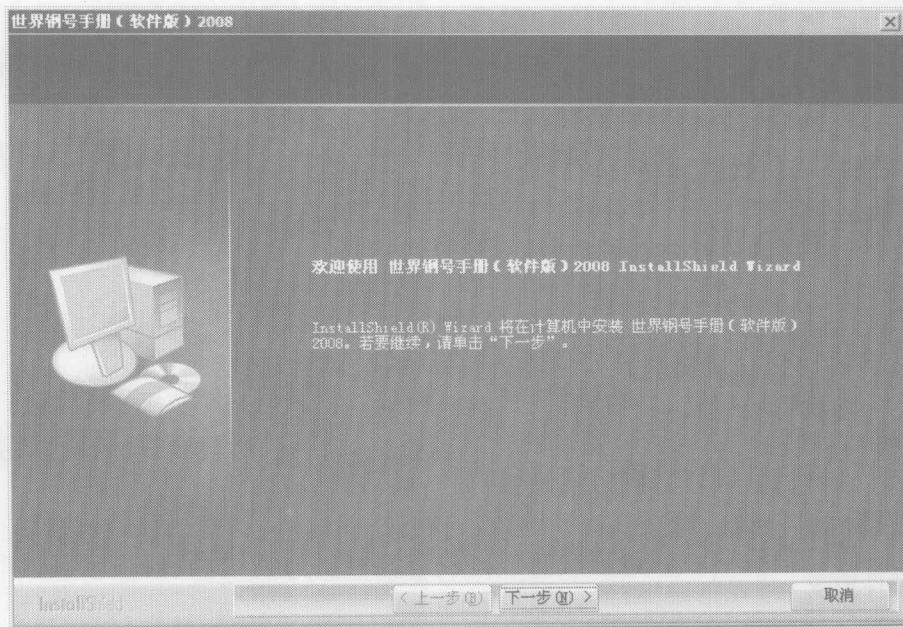

图 1-1 欢迎界面
- (1) 在 CD-ROM 驱动器中放入《世界钢号手册（软件版）2008》安装光盘。
- (2) 双击安装光盘中的安装程序 Setup.exe，用户首先看到的是欢迎界面，如图 1-1 所示。